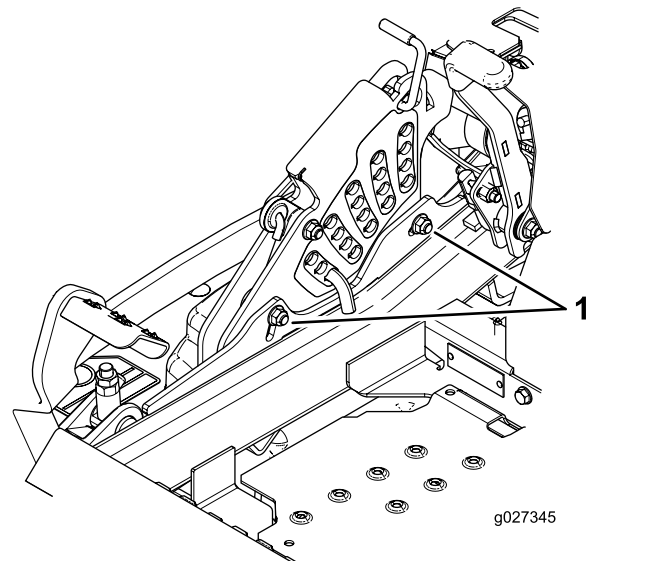

Figure 111
11. Pour régler le système monopoint, desserrez les 2 boulons au bas de la plaque de hauteur de coupe (Figure 111).
13. Serrez les 2 boulons au bas de la plaque de hauteur de coupe (Figure 111).